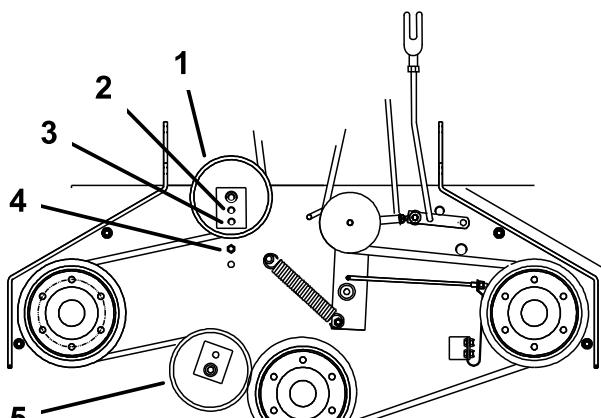

Figura 40
6. Si no es posible ajustar más el tensor y la correa todavía está floja, será necesario cambiar la polea tensora trasera al taladro central o delantero Figura 40. Utilice el taladro que permita un ajuste correcto.
- Cuando se cambia de posición la polea tensora, será necesario cambiar también la guía de la correa. Mueva la guía de la correa a la posición delantera (Figura 40).